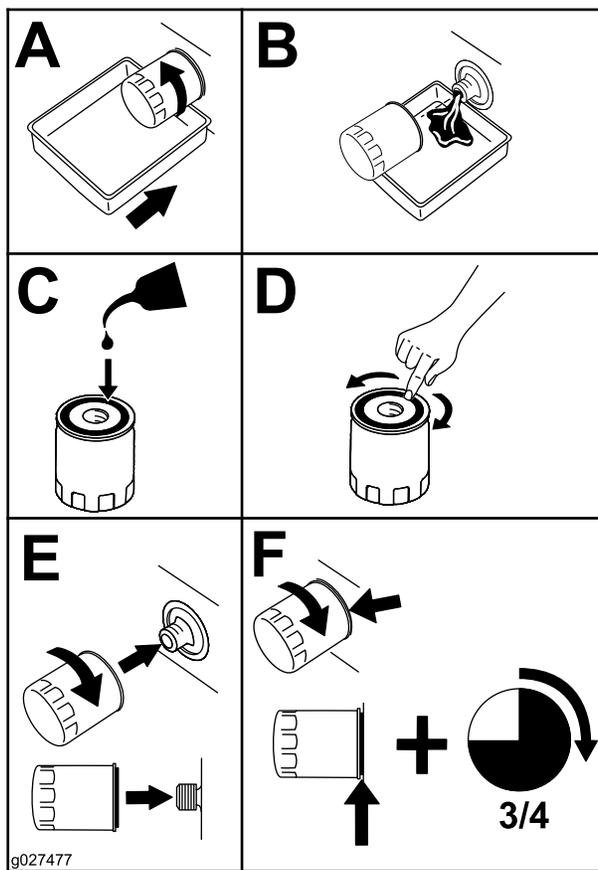

Рисунок 23
- Снимите масляный фильтр двигателя (Рисунок 23). После слива масла установите новый масляный фильтр.